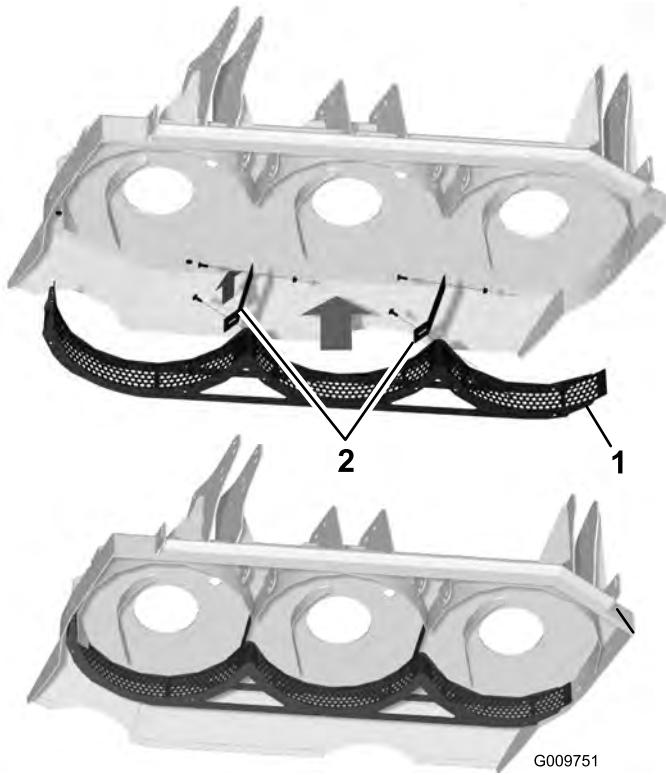

Bild 3
2. Befestigen Sie das Ablenkblech mit 6 Schlossschrauben und Muttern lose am Mähwerk (Bild 3).
3. Befestigen Sie die zwei Trennplatten des Ablenkblechs mit vier Schlossschrauben und Bundmuttern am Ablenkblech und am Mähwerk. Positionieren Sie die Trennplatten wie in Bild 3 dargestellt.
1. Befestigen Sie das seitliche Ablenkblech am Mähwerk und fluchten Sie es mit den Befestigungslöchern aus (Bild 3).